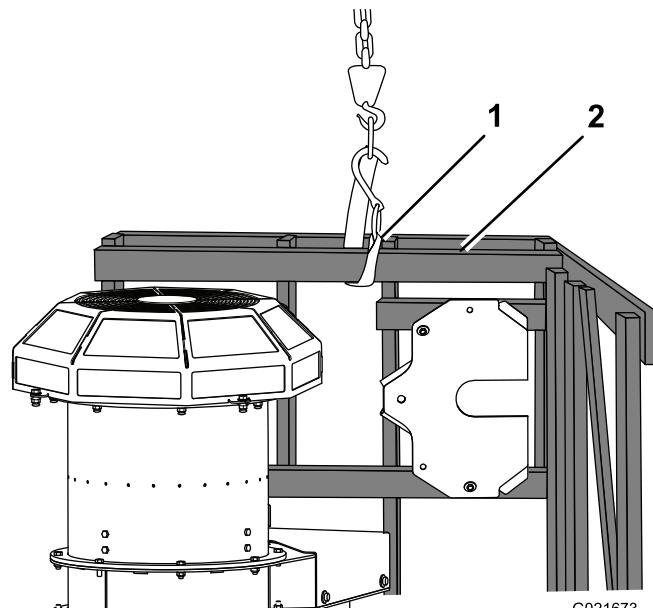

Figura 4
4. Fissate una cinghia sulla tavola superiore da 2 x 4 e sollevate il pallet fino a che la cassa e il soffiatore si ergono in posizione verticale (Figura 4).